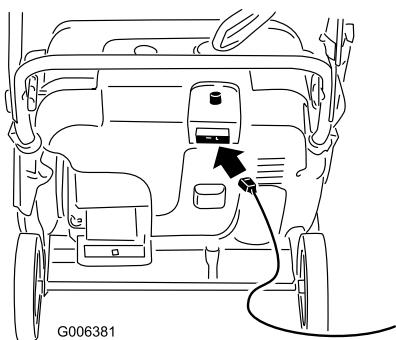
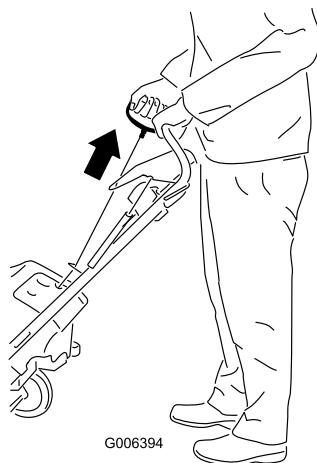

Рисунок 14
Рисунок 15
4. Присоедините удлинительный кабель к источнику питания и снегоочистителю, затем нажмите кнопку электрического стартера (только у модели 38577) (Рисунок 14) или вытяните рукоятку механического стартера (Рисунок 15).